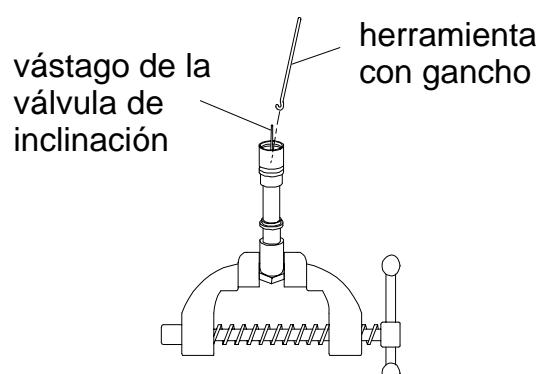

Figura 8
- Con el casquillo de admisión aún sujeto en el tornillo de banco, quite el retenedor del asiento de la válvula de inclinación (32) y el soporte del asiento (31). Utilice una herramienta con gancho que no tenga aristas cortantes para extraer el asiento de la válvula de inclinación (30) del casquillo de admisión. Véase la figura 8.